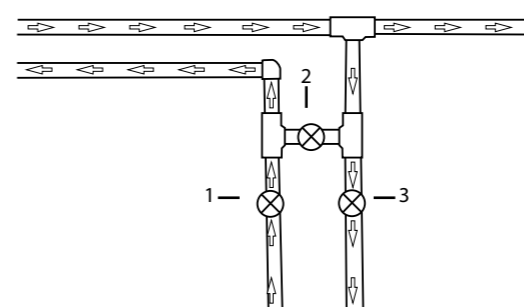

Figura 3
**NOTA:** È possibile utilizzarlo da solo o con un bypass manuale (Figura 3).
6. Si consiglia caldamente di installare un bypass a tre valvole utilizzando valvole a sfera manuali, come illustrato nella Figura 3.